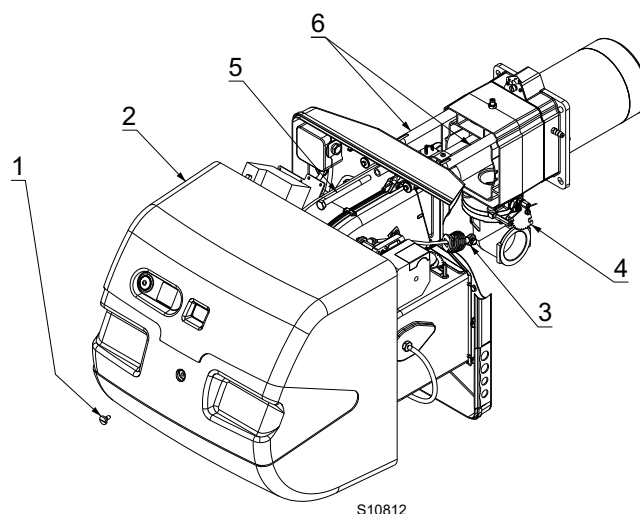

Fig. 34
- Aflojar el tornillo 1) y extraer la envolvente 2)(Fig. 34).
- Desenganchar la articulación 3) del sector graduado 4)(Fig. 34).
- Ahora es posible extraer el distribuidor de gas 7), después de haber desenroscado el tornillo 8)(Fig. 34).